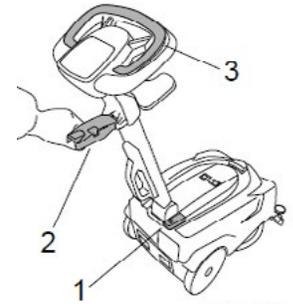

Fig.16
- Appuyer sur l'interrupteur général (Fig.16-Rep.1).
- Abaisser le suceur à l'aide du levier (Fig. 16- Rep. 2).
- Actionner le levier de commande brosse (Fig. 16 - Rep. 3).
- Lever le suceur à l'aide du levier (Fig. 16- Rep. 2).
- Appuyer sur l'interrupteur général (Fig.16-Réf.1).
- Abaisser le suceur à l'aide du levier (Fig. 16- Rep. 2)